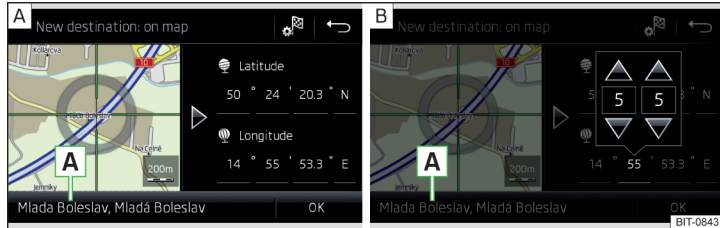

Abb. 219 Ziel eingeben: über den Kartenpunkt / mithilfe von GPS-Koordinaten
- › Durch Bildschirmberührung das gewünschte Ziel in das Fadenkreuz verschieben » Abb. 219 - **A**.
- › Die Werte der GPS-Koordinate nacheinander antippen und einstellen » Abb. 219 - **B**.
Sind in den Navigationsdaten des Infotainments Informationen zum eingegebenen Punkt verfügbar, dann werden diese statt der GPS-Koordinaten angezeigt (bspw. Adresse **A** » Abb. 219).